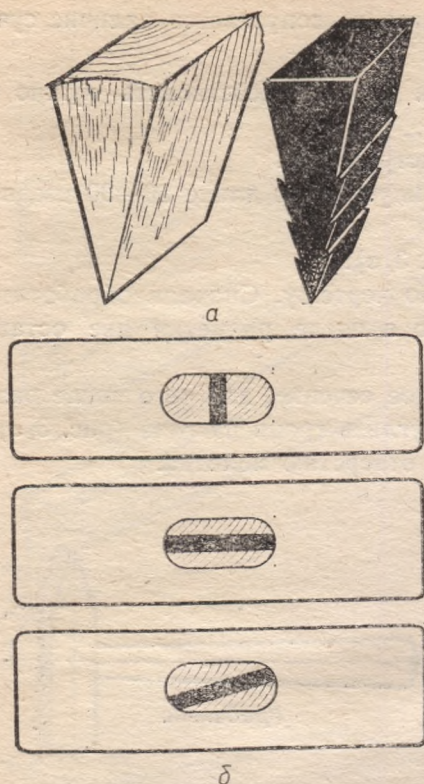

Рис. 5. Клинья для расклинивания ручки молотка (а) и расположение клина в головке (б).
11. Расклинить ручку в молотке. Клин может быть металлическим или деревянным (рис. 5,а). Металлический клин выполняется с заусенцами, а деревянный делается из другой, более твердой, чем ручка, древесины. Сначала нужно в ручке стамеской или долотом выполнить надрез ударом киянки по инструменту, а затем в полученную прорезь вбивать клин (рис. 5,б). Деревянный клин предварительно надо смазать клеем.